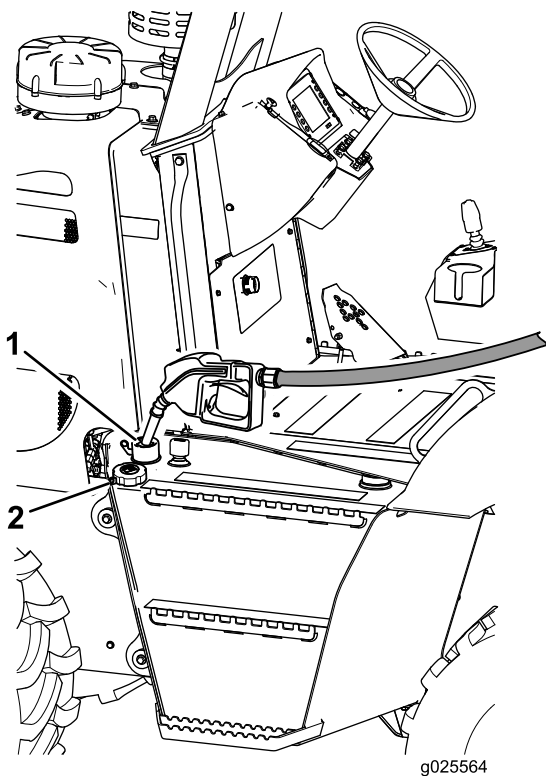

Figura 19
1. Limpe a área ao redor da tampa do tanque de combustível (Figura 19), e retire a tampa do tanque.